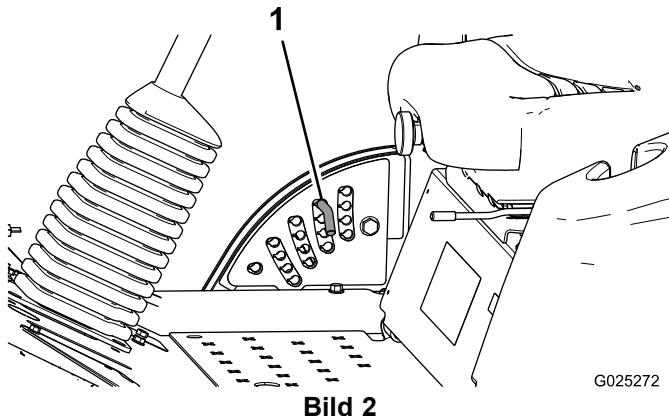

Bild 2
2. Drehen Sie zum Einstellen den Anschlagsstift so lange, bis die Linien am Spannstift mit den Schlitten in den Löchern in der Schnitthöhenhalterung ausgerichtet sind. Nehmen Sie ihn dann ab (Bild 2).
3. Wählen Sie ein Loch in der Schnitthöhenhalterung, das der gewünschten Schnitthöhe entspricht, stecken Sie den Stift ein und drehen Sie ihn ein, um ihn zu arretieren (Bild 2).
Hinweis: Es gibt vier Reihen der Lochpositionen (Bild 2). Die oberste Reihe ergibt die Schnitthöhe, die über dem Stift steht. Die zweite Reihe ergibt die Schnitthöhe plus 6 mm. Die dritte Reihe ergibt die Schnitthöhe plus 12 mm. Die unterste Reihe ergibt die Schnitthöhe plus 18 mm. Für die Stellung von 127